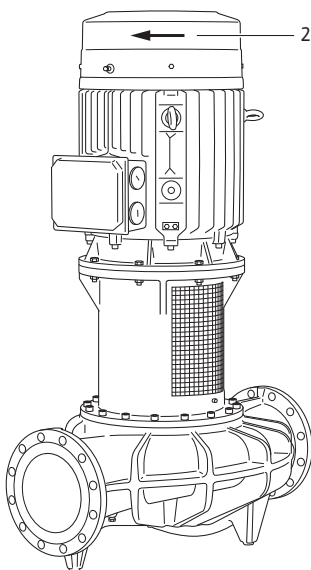

Fig. 41 : Vérifier le sens de rotation
- Une brève mise en marche permet de vérifier si le sens de rotation coïncide avec la flèche se trouvant sur le capot du ventilateur (voir fig. 41, pos. 2). En cas de sens de rotation incorrect, procéder comme suit :